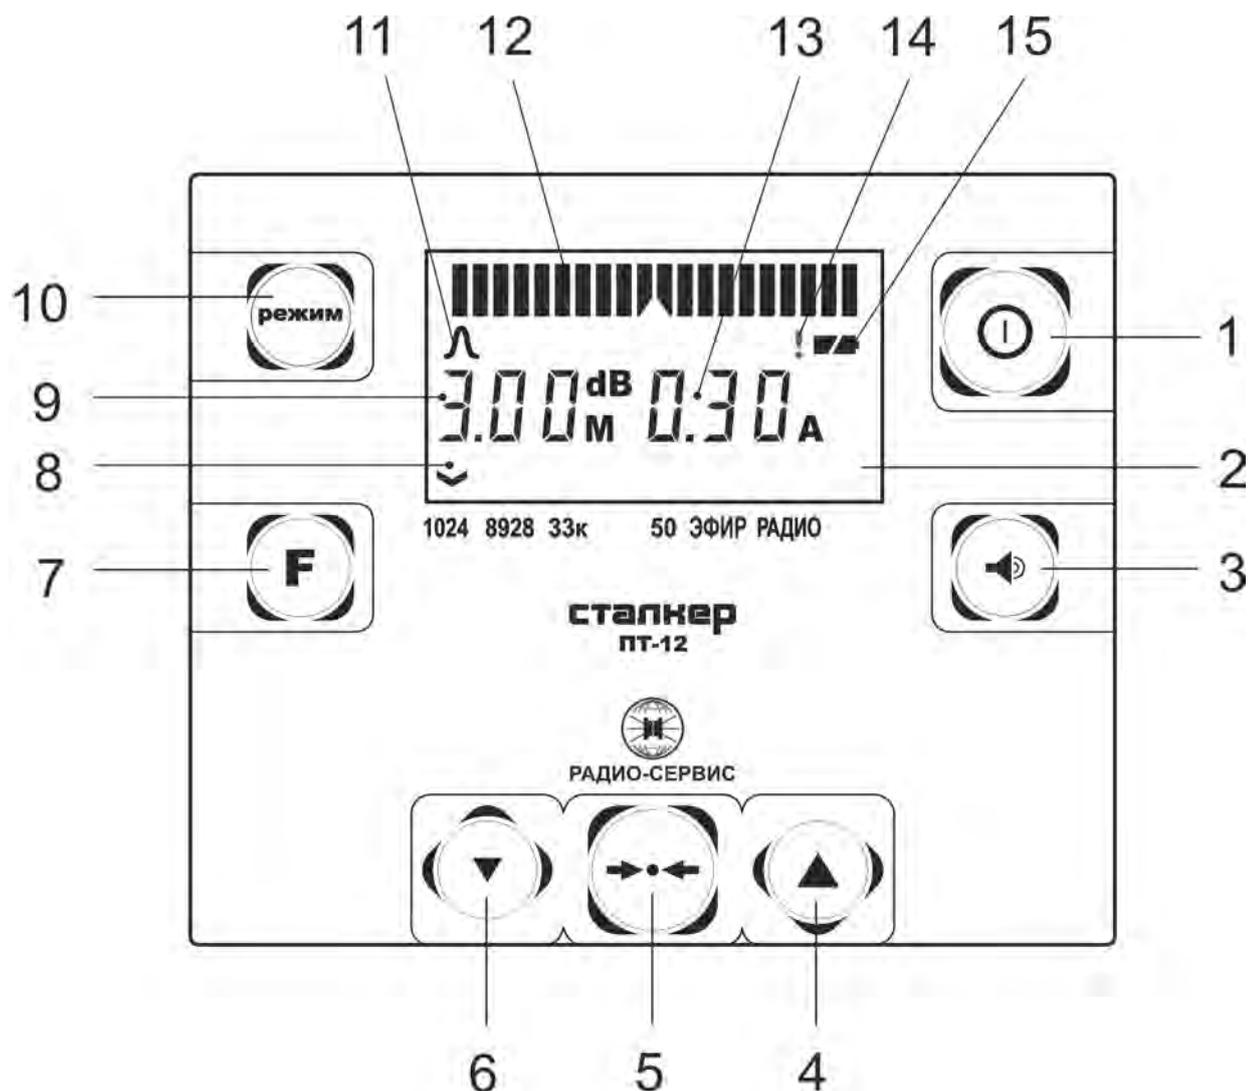

Рисунок 1.4.2 – Передняя панель приёмника
2.2.1 Включение и выключение приемника осуществляется нажатиями кнопки « $\textcircled{1}$ » (см. рисунок 1.4.2, поз. 1). После включения на индикаторе в течение 2 секунд
Далее во время работы приемника уровень напряжения питания отображается в виде символа «Батарея» (см. рисунок 1.4.2, поз. 15): «полная батарея» – аккумулятор полностью заряжен, «половина батареи» – аккумулятор частично разряжен. При снижении напряжения питания ниже 5,8 В, символ батареи начинает мигать.
Процесс заряда аккумулятора отображается заполнением шкалы уровня сигнала (см. рисунок 1.4.2, поз. 12) на индикаторе. По завершению зарядки шкала горит постоянно.
Находясь над осью трассы следует нажать кнопку «➡•◀», при этом на линейной шкале отобразится  $15 \pm 1$  деление. Затем однократно нажмите на кнопку увеличения усиления (поз. 4 рис.1.4.2), чем будет увеличено усиление приемника на